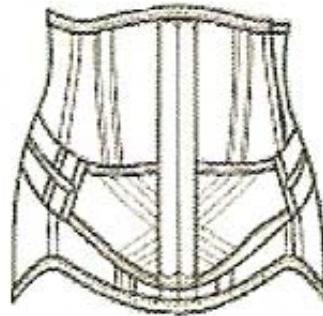

Figure 17 : Patte hypogastrique GM⁽⁵⁶⁾
- Ceinture dont la partie antérieure comporte une patte hypogastrique grand modèle (GM). La patte est plus large et deux tirants élastiques se fixent de chaque côté. Le devant de la ceinture est souvent bombé afin de maintenir un ventre très fort et tombant ou une éventration importante (Figure 17) ;